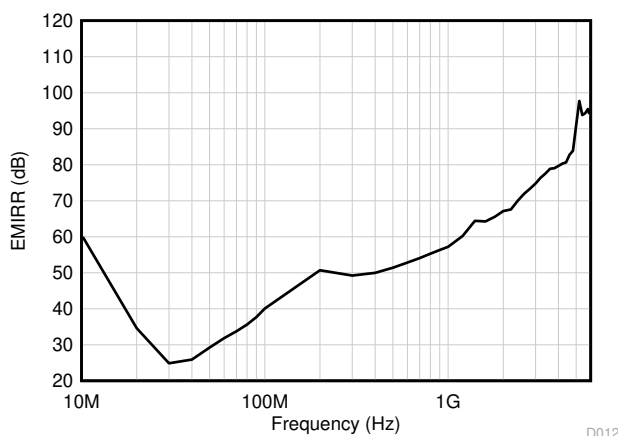

图 7-1. EMIRR 测试
TLV936x 采用集成电磁干扰 (EMI) 滤波来减少无线通信设备、混合使用模拟信号链和数字元件的高密度电路板等干扰源产生的 EMI 效应。通过电路设计技术可改进 EMI 抗扰度；TLV936x 受益于这些设计改进措施。德州仪器 (TI) 已经开发出在 10MHz 至 6GHz 扩展宽频谱范围内准确测量和量化运算放大器抗扰度的功能。图 7-1 显示了对 TLV936x 执行该测试的结果。表 7-1 显示了在实际应用中 TLV936x 在常见特定频率下的 EMIRR IN+ 值。表 7-1 列出了可在下图所示的特定频率或其近似频率下运行的应用。运算放大器的 EMI 抑制比应用报告包含了与运算放大器相关的 EMIRR 性能主题，该报告可在 [www.ti.com](http://www.ti.com) 上下载。